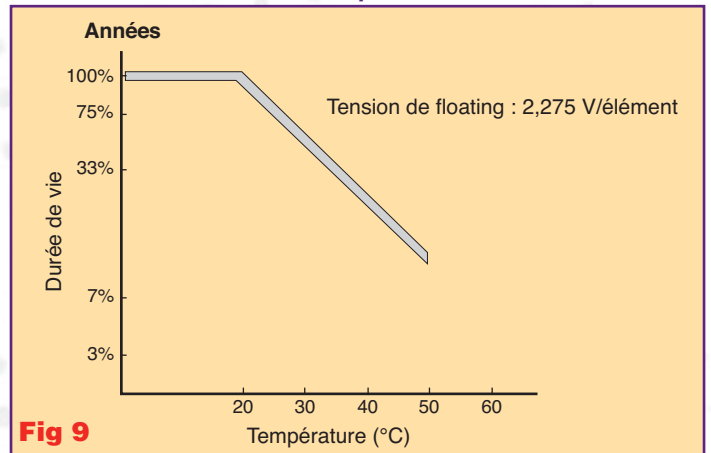

Fig 9
- La température de la batterie, (voir fig 9). La durée de vie des batteries est divisée par 2 pour chaque tranche de 10°C au dessus de 20°C. A noter que le fait de compenser la tension de floating en fonction de la température réduit les pertes de durée de vie de 20%.